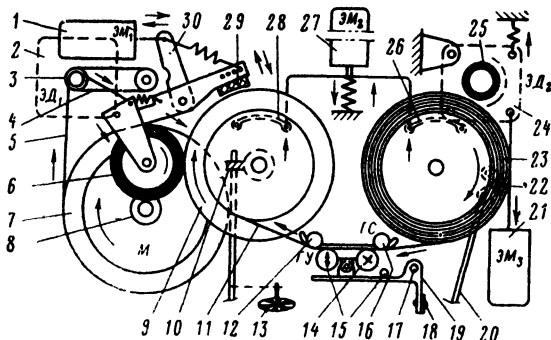

Рис. 42. Кинематическая схема лентопротяжного механизма магнитолы «Музыкальный центр».
**Лентопротяжный механизм.** Кинематическая схема лентопротяжного механизма изображена на рис. 42. Магнитная лента 11 сматывается с подающего барабана 23 и наматывается на ведущий барабан 9. По мере увеличения диаметра рулона наматываемой ленты ее скорость равномерно возрастает. Ведущий барабан 9 приводится во вращение электродвигателем 2. Вращение от шкива 3 электродвигателя 2 передается маховику 7 плоским пассиком 5, а с вала маховика промежуточным роликом 6 передается ведущему барабану 9. Управление промежуточным роликом 6 производится электромагнитом 1.